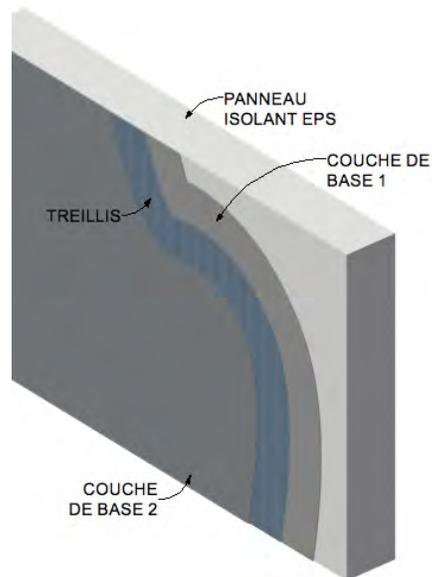

Figure 9
- 9.5.1.2.(3) Permettre à la couche de base de sécher jusqu'à ce qu'elle soit sèche au toucher. Appliquer à la truelle une deuxième couche de base recouvrant la première couche afin de **noyer complètement** le treillis d'armature – Figure 9. Le résultat doit être tel que le treillis d'armature est situé approximativement au milieu de l'épaisseur de la couche de base. Ne pas laisser complètement sécher la première couche avant l'application de la seconde couche ou alors une quantité excessive de mélange sera nécessaire pour recouvrir entièrement la surface du mur.